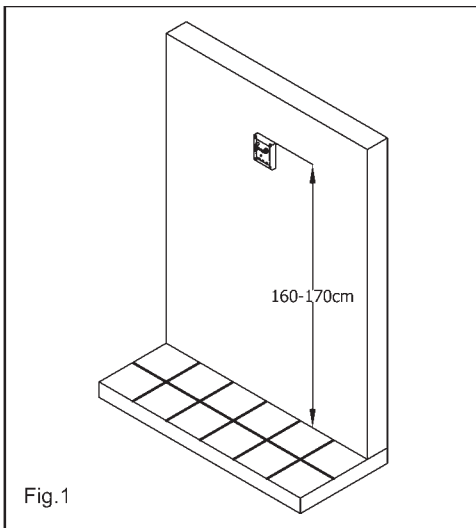
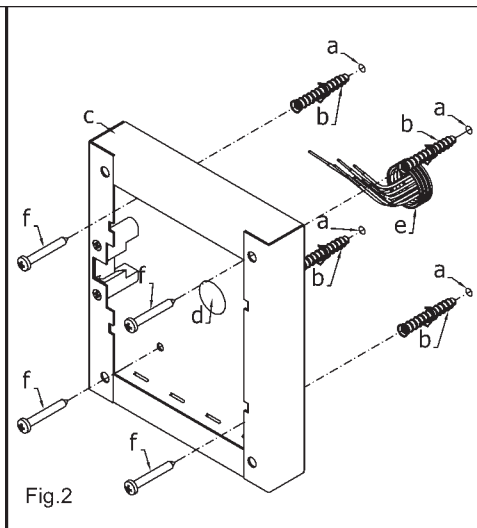

Fig.1
Fig.2
1. Appoggiare la scatola da superficie alla parete lasciando circa 165-170cm tra la parte alta della scatola ed il terreno come mostrato in figura 1 quindi prendere i riferimenti per i fori di fissaggio tenendo presente che il gruppo di fili **e** (fig.2) deve passare attraverso l'apertura **d** presente sulla scatola da superficie. Se non indicato, il verso di montaggio della scatola deve essere tale da far rimanere la cerniera sulla sinistra;
1. Dopo aver opportunamente protetto i fori di fissaggio per il supporto moduli, murare la scatola da incasso ad una altezza tale da avere circa 165-170cm tra la parte alta della scatola e il terreno avendo cura di far passare il gruppo di fili **e** (fig.2) attraverso uno dei fori precedentemente aperti sul fondo della scatola. Se non indicato sul fondo della scatola, il verso di muratura deve essere tale da lasciare la cerniera sulla sinistra. Fare attenzione affinché la scatola sia murata a filo muro finito;
1. Place the surface box against the wall (165-170cm between the top of the box and the floor lever as show in figure 1) and mark the fixing holes for the wall plugs and hole for the cables **e** (fig.2). Observe the orientation of the box with the hinge on the left;
2. As shown on figure 2, drill the fixing holes **a**, insert the wall plugs **b** and feed the cables **e** through the surface box opening **d**, fix surface box **c** to the wall using the screws **f**;
1. Protect the module support frame fixing holes from dust then embed the back box into the wall (165-170cm between the top of the box and the floor level as shown on the figure 1) feeding the cables **e** (fig.2) through a previous opened hole in the box. Observe the direction of the box ensuring the hinge is on the left and take care that the box profile is in line with the finished wall profile;